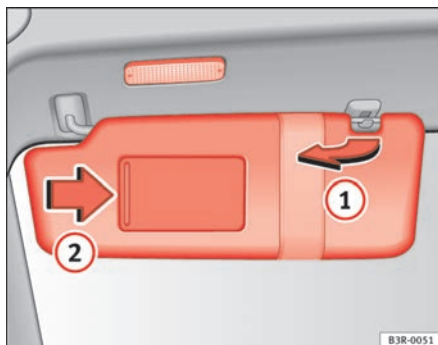

Fig. 99 Pala de sol
As palas de sol ① para o condutor e o passageiro podem retirar-se das suas fixações centrais para as rodar em direcção às portas ⇒ fig. 99.